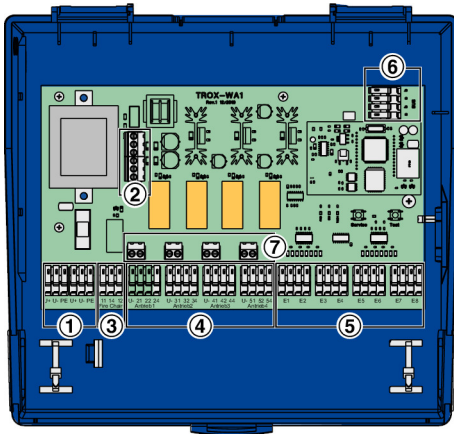

Abb. 4: MB-BAC-WA1/4
Das Funktionsmodul MB-BAC-WA1/4 kann mit einer Versorgungsspannung von 230 V AC oder 24 V AC/DC betrieben werden. Die Versorgungsspannung ist entsprechend der anzuschließenden Stellantriebe auszuwählen und über 2 Steckbrücken am Funktionsmodul einzustellen. Die Einstellung erfolgt am Klemmenblock (Abb. 4/2), die Positionen der Steckbrücken wird in den folgenden Tabellen gezeigt.
**230 V AC (Abb. 4/1)**
**24 V AC / DC (Abb. 4/1)**
## Anschluss Relais FireChain (Abb. 4/3)
## Anschluss Stellantriebe (Abb. 4/4)
Bei gezogenen Ausgangssteckbrücken (Abb. 4/7) sind die Ausgänge potentialfrei Relaiswurzel (21, 31, 41, 51) = U+
## Anschluss Enlagenschalter (Abb. 4/5)
## Anschluss EIA-485-Netzwerk (Abb. 4/6)